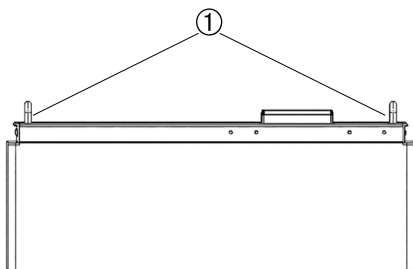

Fig. 5.2 - Battery module handles
- Alzare le due maniglie della batteria (1, Fig. 5.2) e, agendo contemporaneamente, sollevare il modulo assicurandosi che non si inclini da un lato. Rimuovere uno alla volta ogni modulo batteria posto sopra al modulo da sostituire.